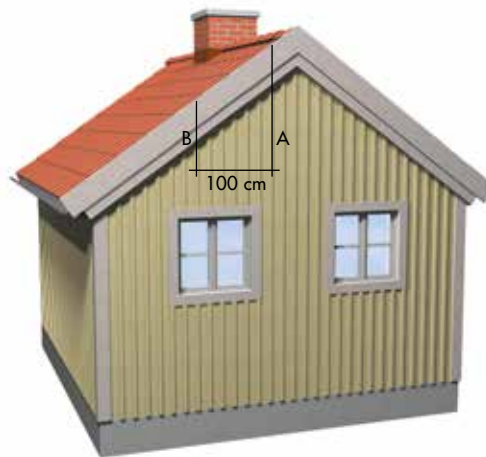

Bild 1. Mått A minus mått B ger underlag för bestämning av husets taklutning
vinkelräta avståndet i cm från sträckans ändpunkter upp till taket. **Se bild 1.** Minska det största talet (A) med det minsta (B); ex.vis $157 - 112 = 45$ cm, vilket anger hur mycket taket höjer sig per meter. **Se tabell 1** för att få fram gradtalet: $45 \text{ cm} = 24^\circ$ taklutning.